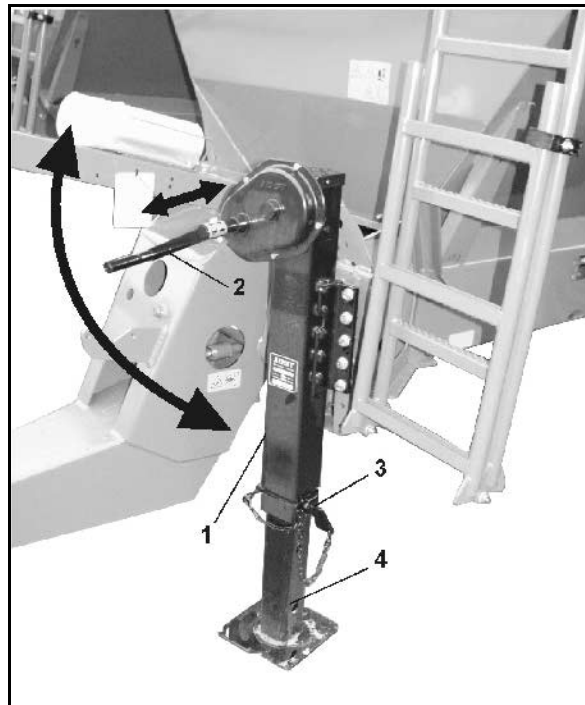

Fig. 46
- 2.1 Dra ut sprinten (Fig. 46/4) från den undre borrhningen.
- 2.2 Sänk ned stödbenet (Fig. 46/1).
- 2.3 Skjut in och lås sprinten i den övre borrhningen (Fig. 46/3).